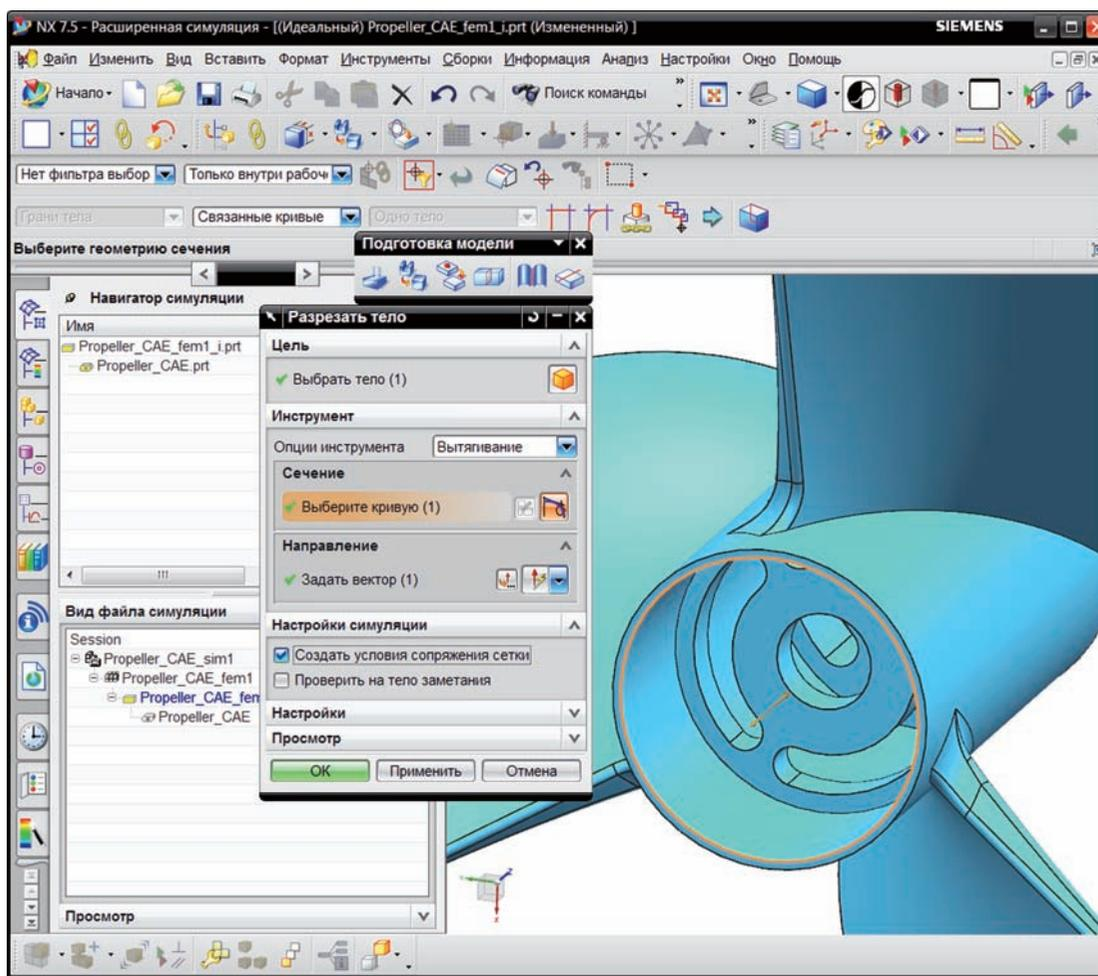

Рисунок 8.21
2.3. Для разделения тела на несколько тел выполните команду **Разрезать тело (Split Body)** (панель инструментов **Подготовка модели (Model Preparation)**), выберите тело, в диалоговом окне выберите **Опции инструмента (Tool option)** – **Вытягивание (Extrude)**, в секции диалогового окна **Инструмент (Tool)** в качестве **сечения (Section)** выберите кривую (круговое ребро), как показано на рис. 8.21. В качестве вектора, вдоль которого происходит вытягивание выбранной кривой, автоматически выбрана осевая линия ребра. В секции диалогового окна **Настройки симуляции (Simulation Settings)** включите опцию **Создать условия сопряжения сетки (Create Mesh Mating Conditions)**, это означает, что при создании КЭ сетки на границе разделения тел она будет непрерывна (общие узлы). Нажмите **ОК**.